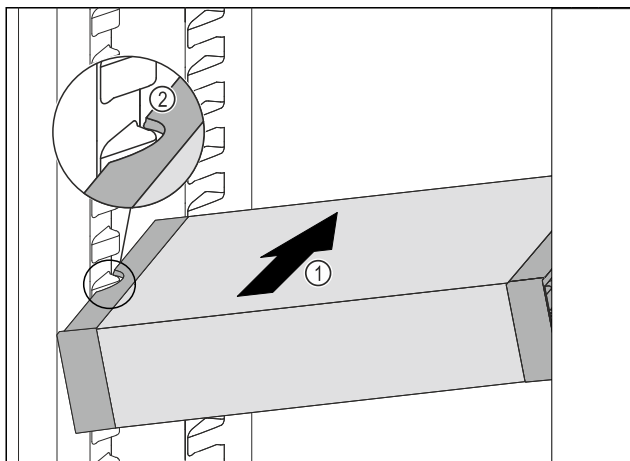

Fig. 104
- ▶ Inserire VarioSafe ad angolo nel vano frigorifero Fig. 104 (1), fino a quando le cavità laterali Fig. 104 (2) di VarioSafe non si trovano al livello della nervatura del contenitore nel vano frigorifero.